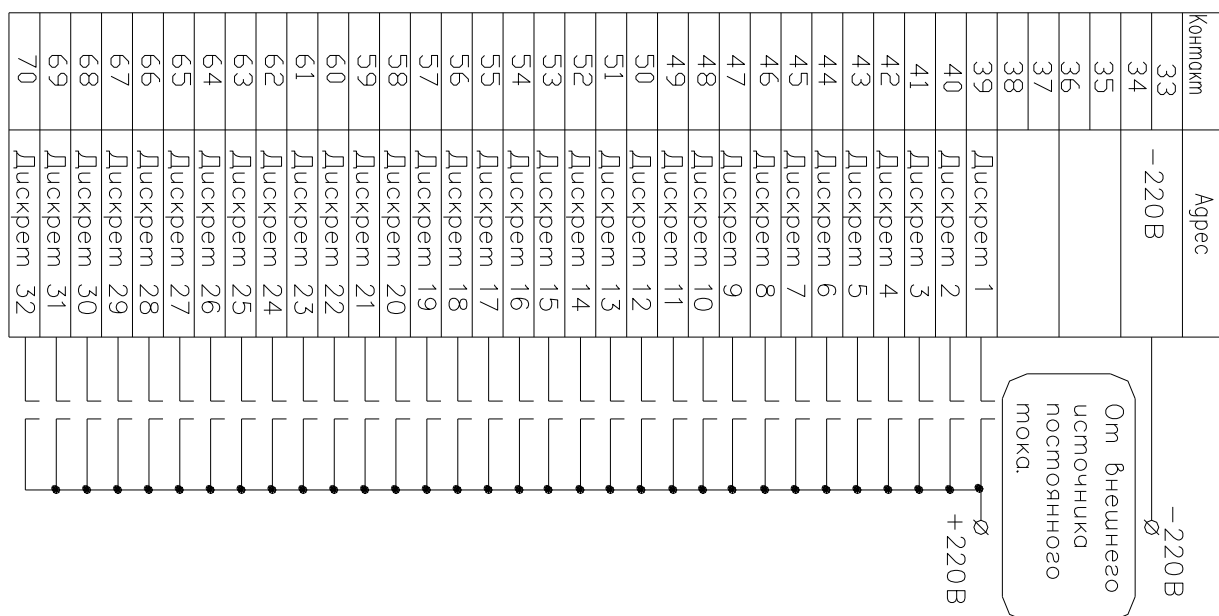

Рисунок 21
5.4.4.15 Общий контакт дискретных входов для блоков ПУ16/32М3 контакты 33 и 34 необходимо подключить к отрицательному потенциалу того же источника постоянного тока, рисунок 21